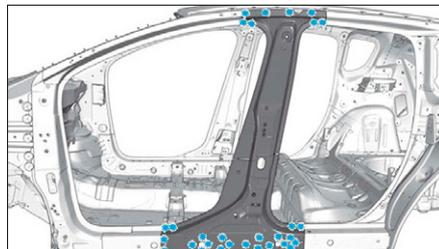
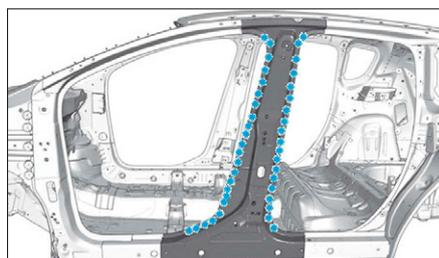

FIG. 84
FIG. 85
- Dépointer et fraiser comme illustré (Fig.84) et (Fig.85).